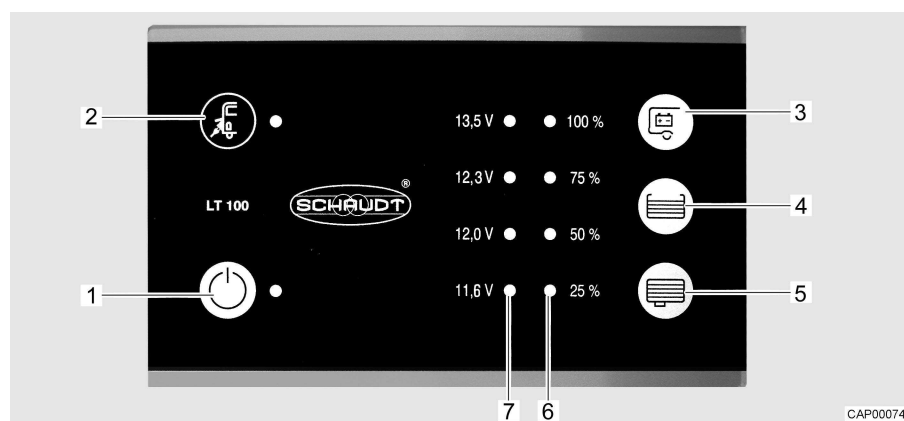

Bild 69 Panel (LT 100)
Den gula lysdioden lyser vid symbolen nätanslutning  (Bild 69,2) när fordonet är anslutet till en extern nätanslutning. Lysdioden lyser då också med avstängd panel.
Med huvudbrytaren 12 V (Bild 69,1) kopplas panelen och bodelens 12 V-försörjning till eller från.
- Tryck på knappen " (Bild 69,1): 12 V-försörjningen för bodelen är påslagen. Lysdioden lyser grönt.
- Tryck på knappen "⏻" (Bild 69,1) på nytt: 12 V-försörjningen för bodelen är avstängd. Lampan släcks.
Lysdiodskalan (Bild 69,7) visar batterispänningen för bodelsbatteriet enligt följande:
- Tryck ner knapp "⏻" (Bild 69,3): Bodelsbatteriets spänning visas.
Lysdiodskalan (Bild 69,6) visar fyllnivån i färskvattentanken eller avloppstanken.
- Tryck ner knapp "f" (Bild 69,4): Färskvattentankens fyllnadsnivå visas med hjälp av lysdiod.
- Tryck ner knapp "a" (Bild 69,5): Avloppstankens fyllnadsnivå visas med hjälp av lysdiod.